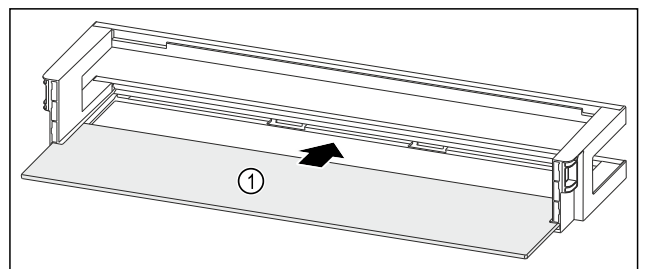

Fig. 262 Ajtópolc tárolólappal
- ▶ Tolja be a tárolólapot Fig. 262 (1) az oldalsó bemarásokba.